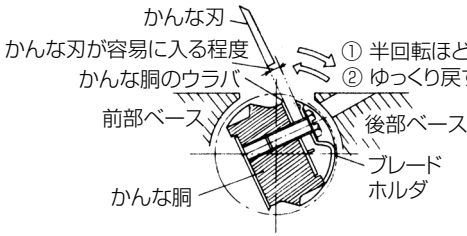

図 27
(4) かなな刃を取付ける
ベルトでかなな胴を図 27 の矢印①の方向に半回転ほど回し、次に矢印②の方向にゆっくり回して、かなな胴のウラバとブレードホルダとの間にすき間をあけます。